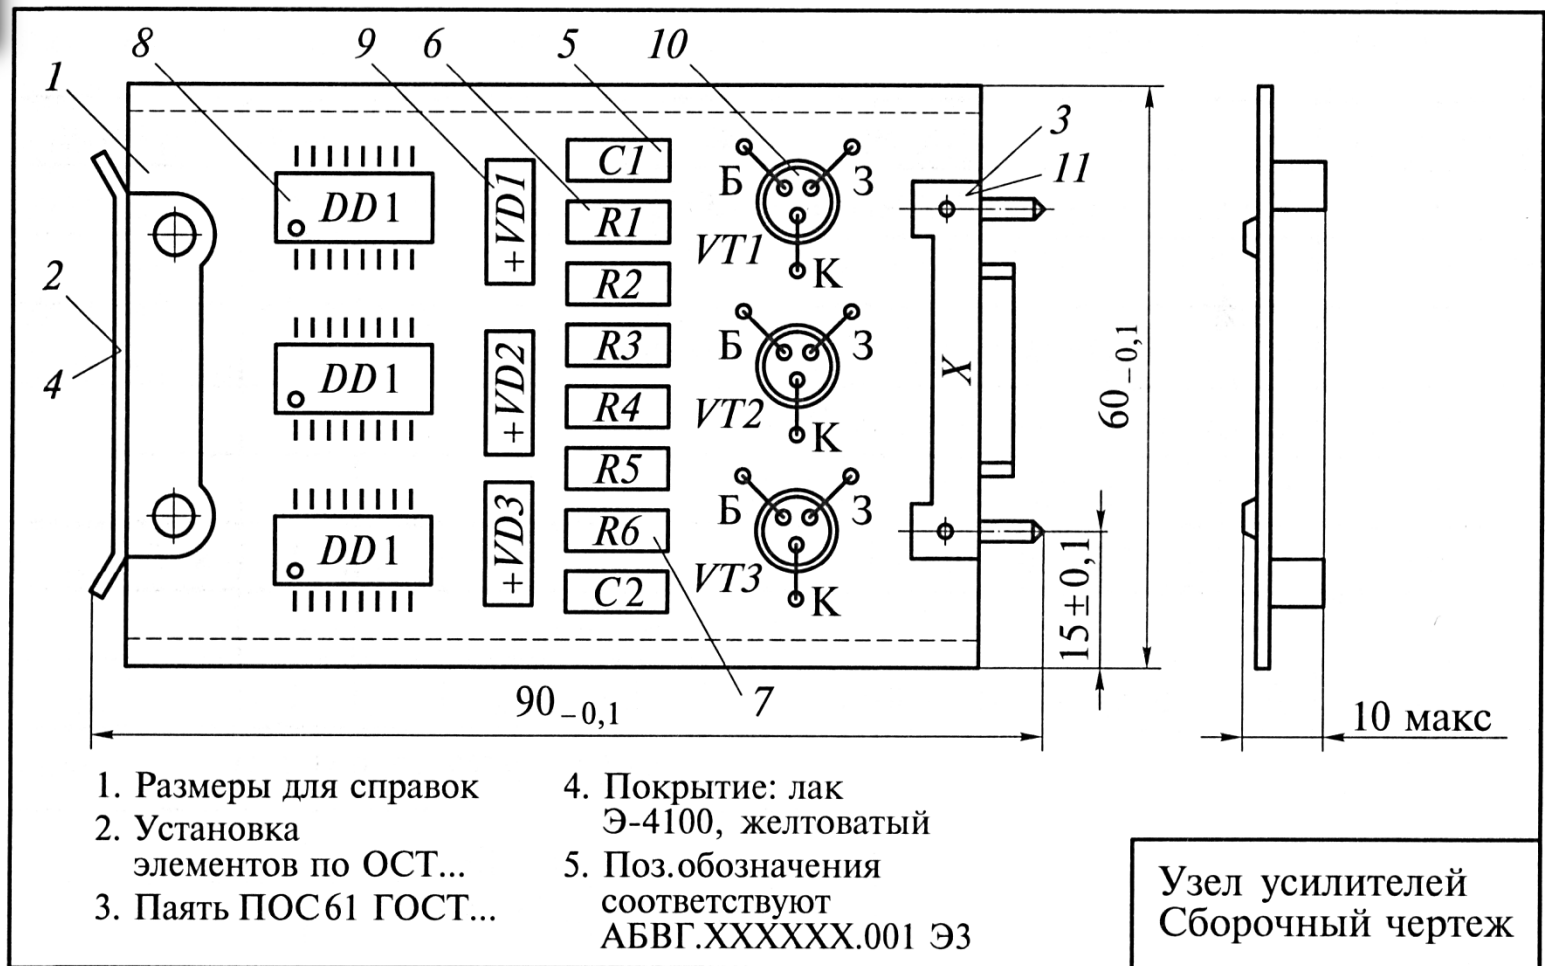

Рис. 5. Фрагмент сборочного чертежа узла усилителей
- Пример выполнения сборочного чертежа приведен на рис. 5.